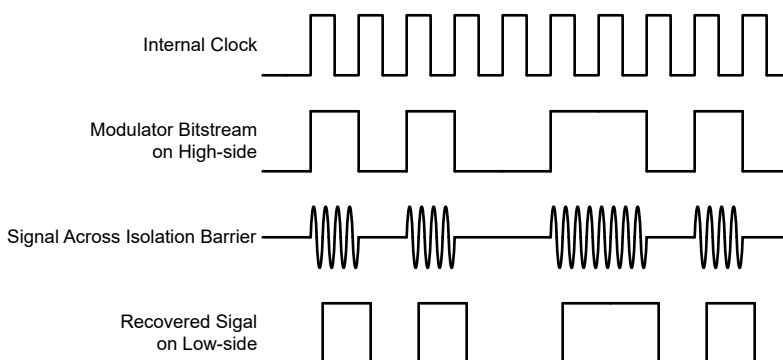

図 7-4. OOK ベースの変調方式
図 7-4 に示されているように、AMC0x06M25-Q1 は、オン / オフ キーイング (OOK) 変調方式を使用して、変調器の出力ビットストリームを、SiO2 ベースの絶縁膜間で伝送します。送信ドライバ (TX) をに 機能ブロック図 示します。TX は、内部で生成された高周波キャリアを絶縁バリア越しに送信し、デジタル 1 を表現します。ただし、TX はデジタル 0 を表す信号を送信しません。AMC0x06M25-Q1 で使用されるキャリアの公称周波数は 480MHz です。